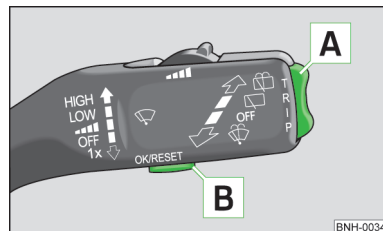

Fig. 6
► El **Menú principal** se activará pulsando la tecla basculante  » fig. 6 durante algún tiempo.
- Si en la pantalla informativa se muestran los mensajes de advertencia, estos mensajes se deben activar con la tecla **B** » fig. 6 » página 15 para activar el menú principal.